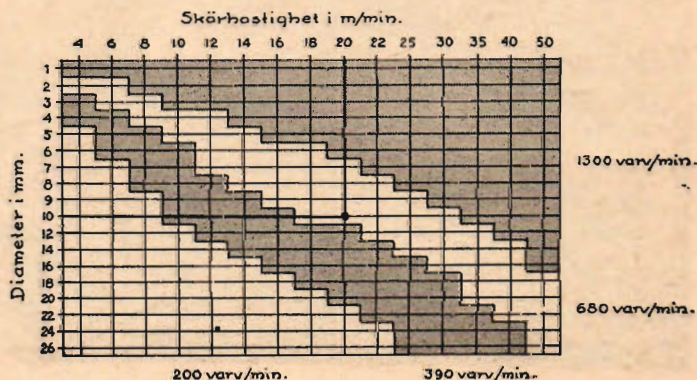

Fig. 186.
- 39) Ett arbetsstycke skall borraras med en önskvärd skärhastighet av 20 m/min. Borrens diameter är 10 mm. Välj varvtal med tillhjälp av tabellen i fig. 186!